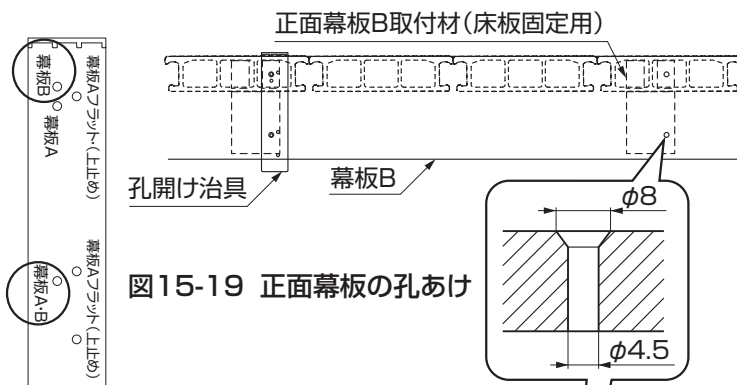

図15-19 正面幕板の孔あけ
- ②孔開け治具を使って、正面幕板B取付材(床板固定用)が付いている部分に、 ϕ 4.5の下孔と ϕ 8サラ取りを幕板Bにしてください。(図15-19参照)